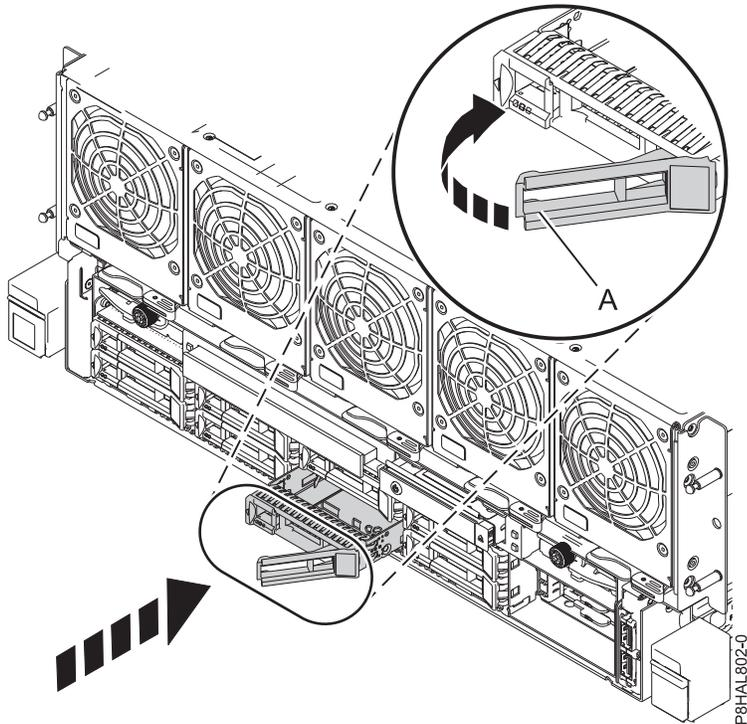

Figura 35. Substituir uma unidade de disco num sistema de 8408-44E ou 8408-E8E
4. Desbloqueie a pega do compartimento de unidade (**A**) apertando-a e puxando-a para fora. Se a pega não estiver completamente fora, a unidade não deslizará para dentro do sistema. Consulte a Figura 35 na página 48.
8. Quando o LED identificador pisca para a ranhura seleccionada, faça deslizar a unidade completamente para a ranhura empurre a pega do compartimento de unidade (**A**) até bloquear, como mostrado na Figura 35 na página 48